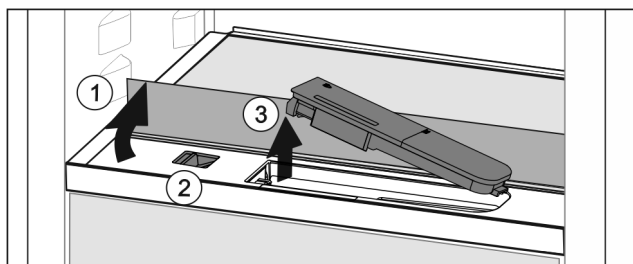

Fig. 42
- ▶ Skleněnou desku nadzvedněte a zaklapněte dozadu až na doraz Fig. 42 (1).
- ▶ Posuvník Fig. 42 (2) posuňte doleva.
- ▶ Vyměňte nádržku na vodu Fig. 42 (3).